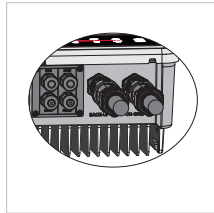

Fig. 35
**Connexion sur réseau et secours :** confirmez que sur réseau est connecté au réseau électrique et que secours est connecté aux charges : polarité (L/N sont en séquence) non inversée, référez-vous à la Fig. 35.